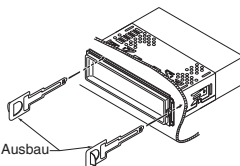

Abbildung 8
3. Setzen Sie die Hakenplatten ein und befestigen Sie sie. (Abbildung 8)